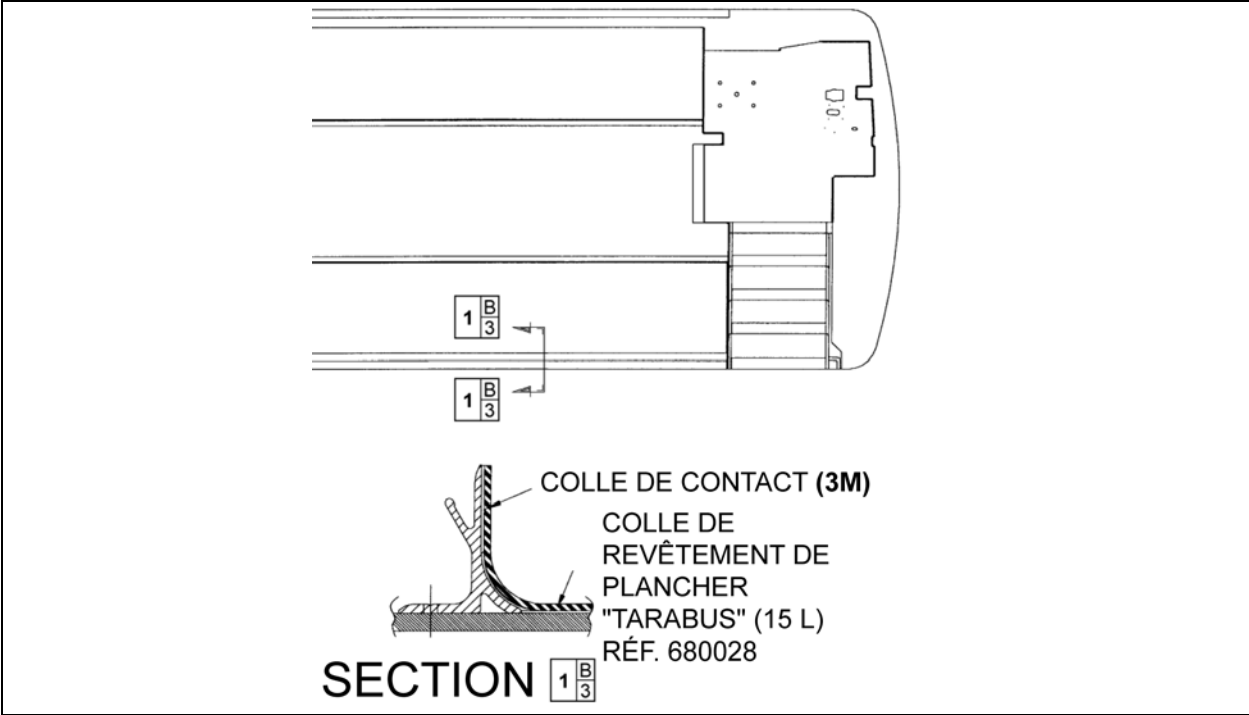

FIGURE 85: APPLICATION DE LA COLLE POUR REVÊTEMENTS DE PLANCHER DE LA GAMME TARABUS 18640
6. Appliquer de la colle pour revêtement de plancher (680028) sur le contreplaqué à l'aide d'une truelle crantée avec une denture de 1/8 po. Si besoin, appliquer de la colle de contact (3M) (684655 ou 684654) sur le moulage en aluminium ainsi sur la partie du revêtement de plancher qui sera en contact avec le moulage (voir la Figure 85).